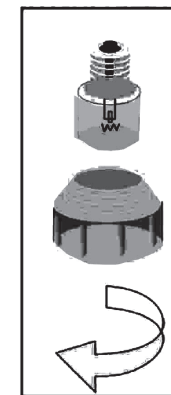

Figure 12
**Français** de la lampe (figure 12), dévissez-la, changez-la et remontez l'ensemble. Testez ensuite en rebranchant l'appareil. Si la panne est toujours existante, adressez-vous au service après-vente de votre revendeur.